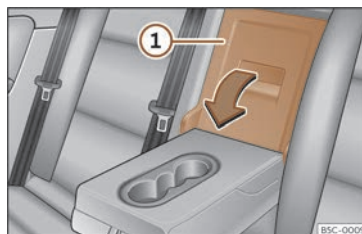

Fig. 175 Al respall del seient del darrere: obertura de la trapa.
- Estireu la palanca de desbloqueig en el sentit de la fletxa i abateu completament la tapa de la trapa >>> **fig. 175** ① cap endavant.